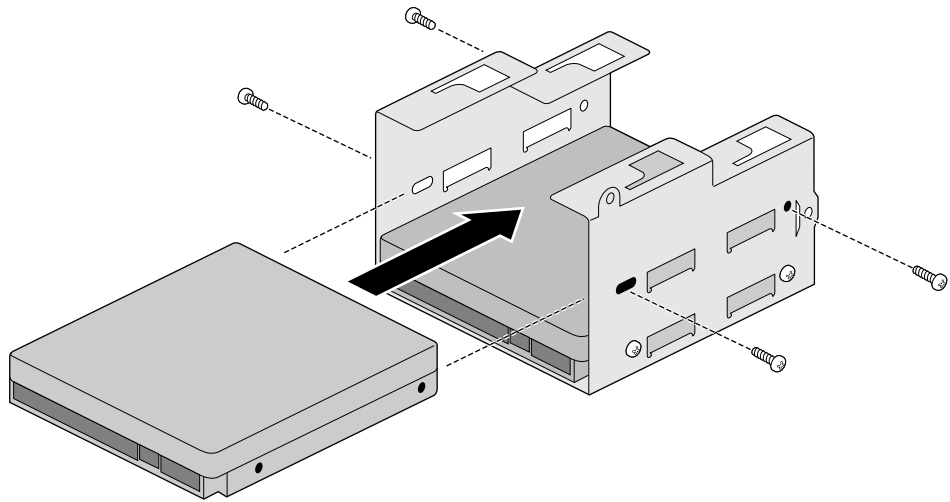

Figure 4-12 Fixation d'un disque dur interne dans le support
10. Vissez le lecteur sur le support à l'aide des quatre vis, comme indiqué à la Figure 4-12.